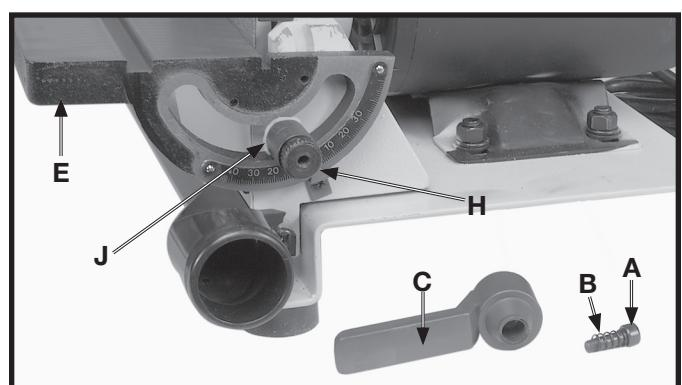

Fig. 15
- Utilizando el gorrón de cierre (H) Fig. 15, del conjunto de la agarradera, y la arandela plana (J), enrosque el gorrón de cierre (H) en el agujero roscado de la estructura de la base para sostener el conjunto de la mesa (E) en su sitio, como se ilustra aquí.
- Ensamble la agarradera (C) Fig. 15 al gorrón de cierre (H) y afíáncela con un tornillo (A) y el resorte (B).